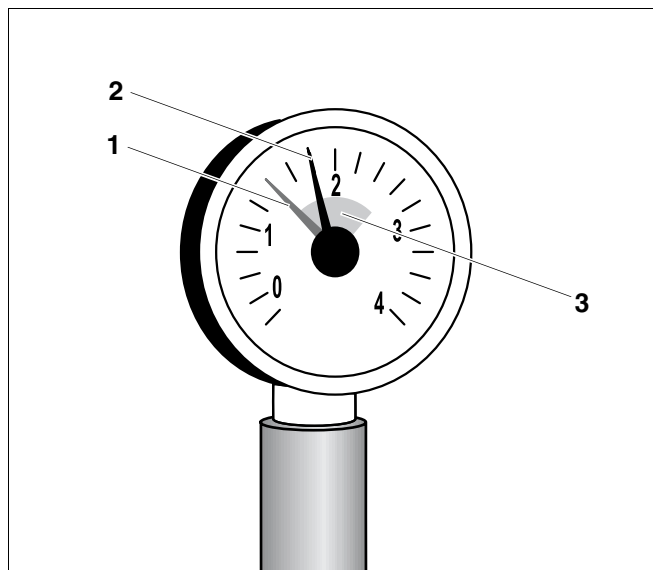

Fig.6 Manómetro para instalações fechadas
Em caso de instalações fechadas, o ponteiro do manómetro (Fig. 6, **Item 2**) deve situar-se dentro da marcação verde (Fig. 6, **Item 3**).
O ponteiro vermelho (Fig. 6, **Item 1**) do manómetro deve ser regulado para a pressão necessária à instalação. O técnico especializado regulará a pressão necessária.
- Verifique se o ponteiro do manómetro (Fig. 6, **Item 2**) se situa dentro da marcação verde (Fig. 6, **Item 3**).
Se o ponteiro do manómetro (Fig. 6, **Item 2**) estiver abaixo da marcação verde (Fig. 6, **Item 3**), então a pressão da água da instalação é demasiado baixa. Terá de completar a água de aquecimento perdida atestando água complementar.
- Ateste a água complementar através da torneira E/D (torneira de enchimento e drenagem da caldeira), até o ponteiro do manómetro (Fig. 6, **Item 2**) se situar dentro da marcação verde.